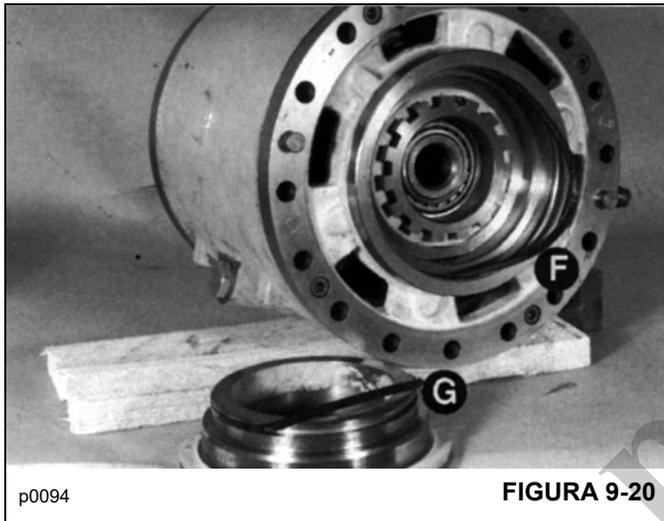

FIGURA 9-20
1. Instale sellos **F** y **G** nuevos (Figura 9-20). Asegúrese que se asienten correctamente en sus ranuras.